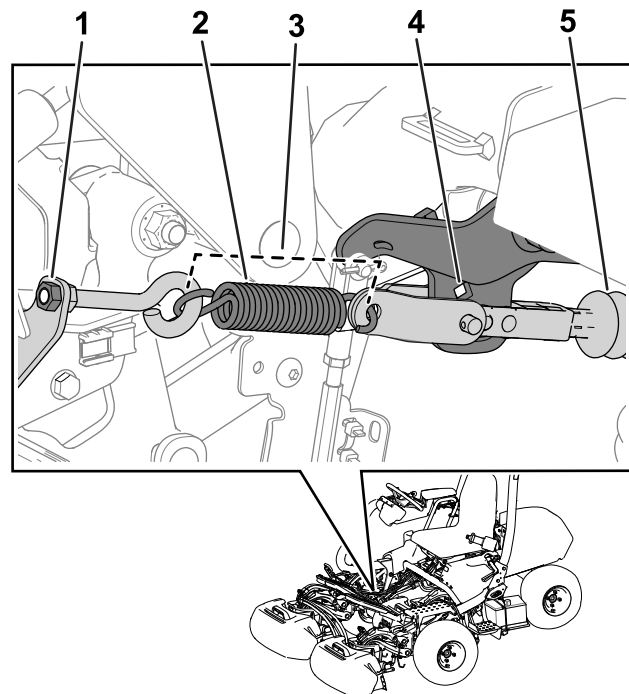

Figura 33
Notă: Consultați Figura 33 pentru această procedură.
3. Pregătiți pentru utilizare strângând piulița urubului cu ochi astfel încât lungimea arcului să fie de 11,4 cm atunci când este montat (Figura 33).